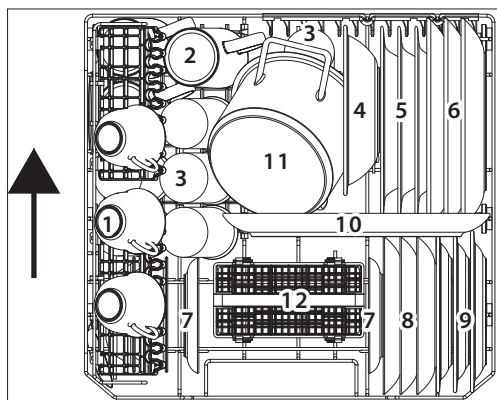

Fig. 15: con soporte para tazas bajado
- ▶ Cargue la cesta para vajilla (9) como se muestra en el ejemplo (véase **fig. 15/16**). La flecha indica la dirección de inserción. Las piezas de la vajilla deberían colocarse en los lugares previstos para obtener el mejor resultado de limpieza.